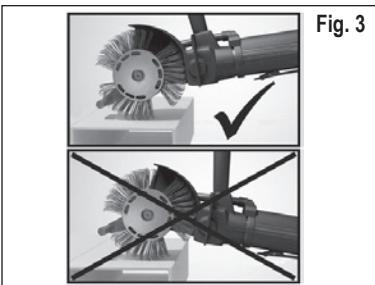

Fig. 3
- Per un'ottimale prestazione, fare attenzione a condurre la barra di accelerazione sopra la superficie da lavorare tenendola vicino a questa. In caso di distanza fra barra di accelerazione e superficie troppo grande, si riduce sensibilmente la qualità della prestazione. Vd. Fig. 3. Una dettagliata descrizione delle modalità di lavoro dell'utensile **MBX® Bristle Blaster®** si può trovare nel **DVD in dotazione alla fornitura o presso il sito www.monti.de**.